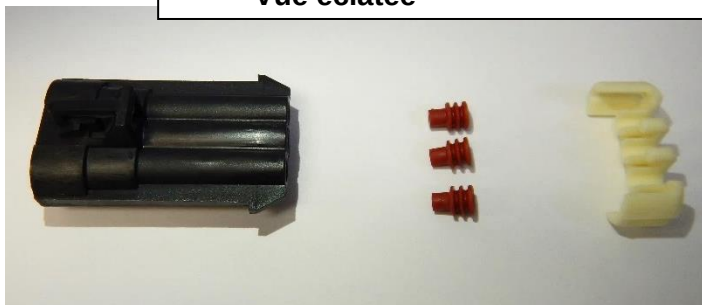

Figure 10b
4. **Figure 10b:** Fixer le capuchon protecteur assemblé (item 3) au renfort du support (item 4) à l'aide d'une attache de nylon 4.8mm x 8" lg (item 2).
5. **Figure 10b:** Fixer **sans serrer** le harnais électrique de rallonge (**non inclus**) (item 5) au renfort du support (item 4) à l'aide d'une attache de nylon 4.8mm x 8" lg (item 2a).
6. **Figure 10b:** Fixer le harnais électrique de rallonge (item 5) au tube de métal à l'aide d'une attache de nylon 4.8mm x 8" lg (item 2).